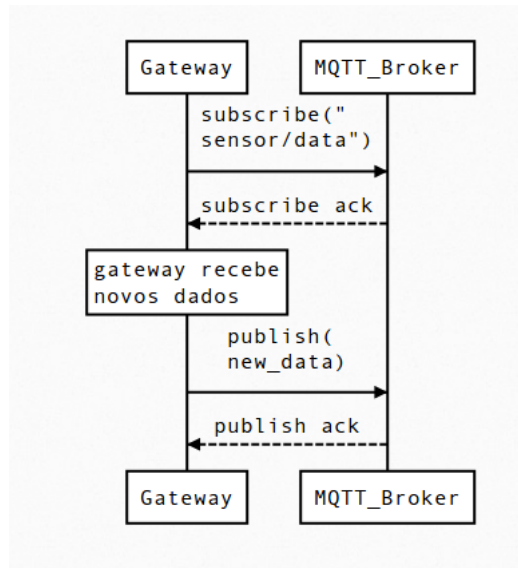

Figura 4: Diagrama de comunicação do gateway com o *broker* MQTT para envio de dados coletados pelo sensor
- **Coleta de dados usando o sensor de pH:** os dados do sensor chegarão via LoRa e serão encaminhados pela rede infraestruturada para o broker MQTT conforme Figura 4;